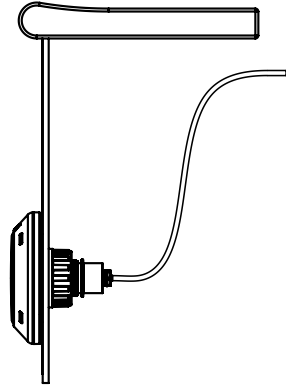

FIG. 1
- **Lampan är designad för att passa medföljande kabelgenomföring (Fig. 1).**
- Lampan ska installeras 400–700 mm under vattenytan på en av poolens väggar (Fig. 1).